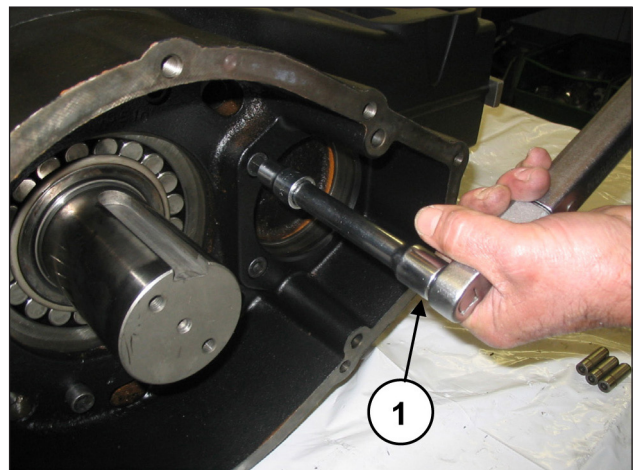

Fig. 48
Calibre os parafusos com chave dinamométrica (pos. ①, Fig. 48), conforme indicado no capítulo 3.